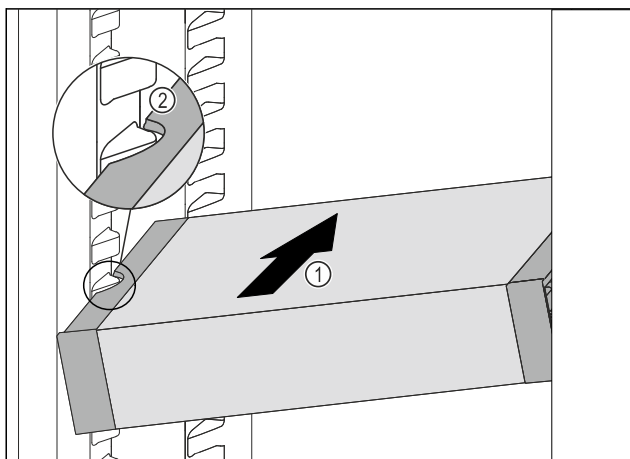

Fig. 127
- VarioSafe skjuts in snett i kyldelen Fig. 127 (1), tills sidofördjupningarna Fig. 127 (2) hos VarioSafe är i samma nivå som behållarlisterna i kyldelen.